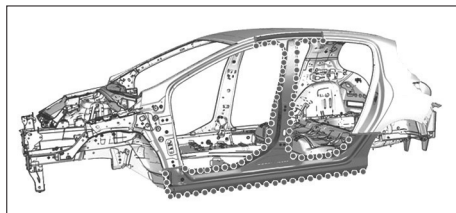

FIG. 78
- par points bouchons les points (5),
- par pointage électrique sur 3 épaisseurs (Fig.78).